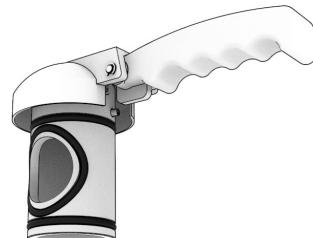

Рис. 4.6
9.9.6 Снимите и замените поврежденные или изношенные уплотнительные кольца (см. Рис. 4.6).
9.9.7 Замените уплотнительные кольца, которые соответствуют требованиям, установите их в пазы, и нанесите на них животный жир (свиной жир) (см. Рис. 4.6).